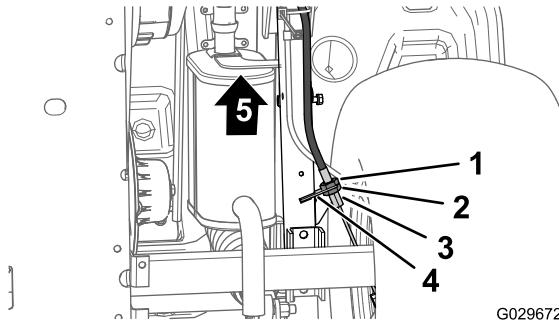

Figura 64
3. En la parte inferior de la máquina, afloje 4 vueltas la contratuerca trasera del ajustador roscado del cable del freno de estacionamiento (Figura 64).
4. Apriete la contratuerca delantera (Figura 64).
- A. Afloje 1 vuelta la contratuerca delantera (Figura 64) del ajustador roscado del cable del freno de estacionamiento.
- B. Apriete la contratuerca trasera (Figura 64).
- Afloje 1 vuelta la contratuerca trasera (Figura 64) del ajustador roscado del cable del freno de estacionamiento.
- Apriete la contratuerca delantera (Figura 64).